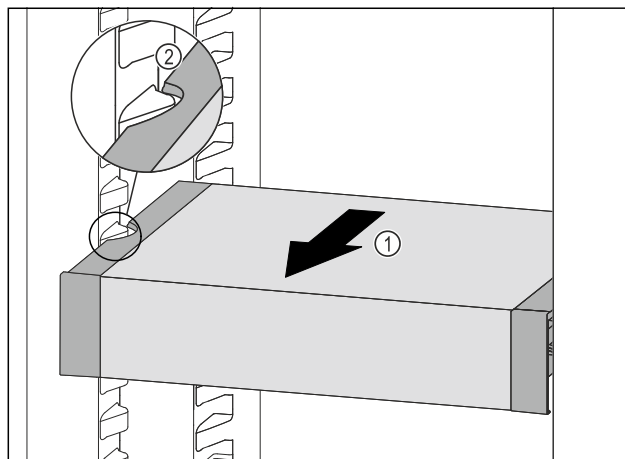

Fig. 110
- ▶ Trekk VarioSafe forover Fig. 110 (1), til utsparingene på sidene av VarioSafe er på nivå med rillene i kjøleskapet. Fig. 110 (2)